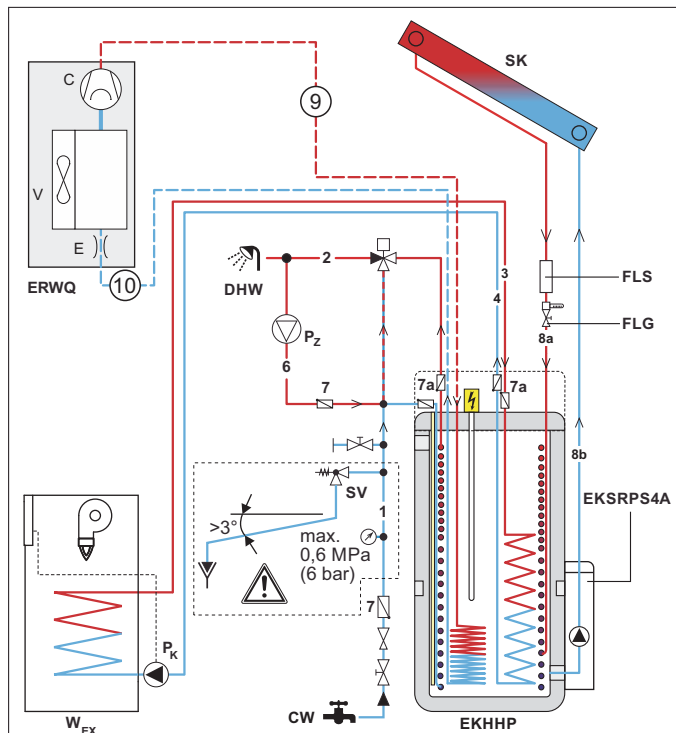

Fig. 3-5 Connexion hydraulique - Légende, voir tab. 3-2 (exemple EKHHP500A*2V3 avec $\square$ solaire et générateur de chaleur externe optionnel)
Tab. 3-2 Légende de la fig. 3-5
- Pour la réalisation de l'intégration hydraulique du système, voir fig. 3-5.